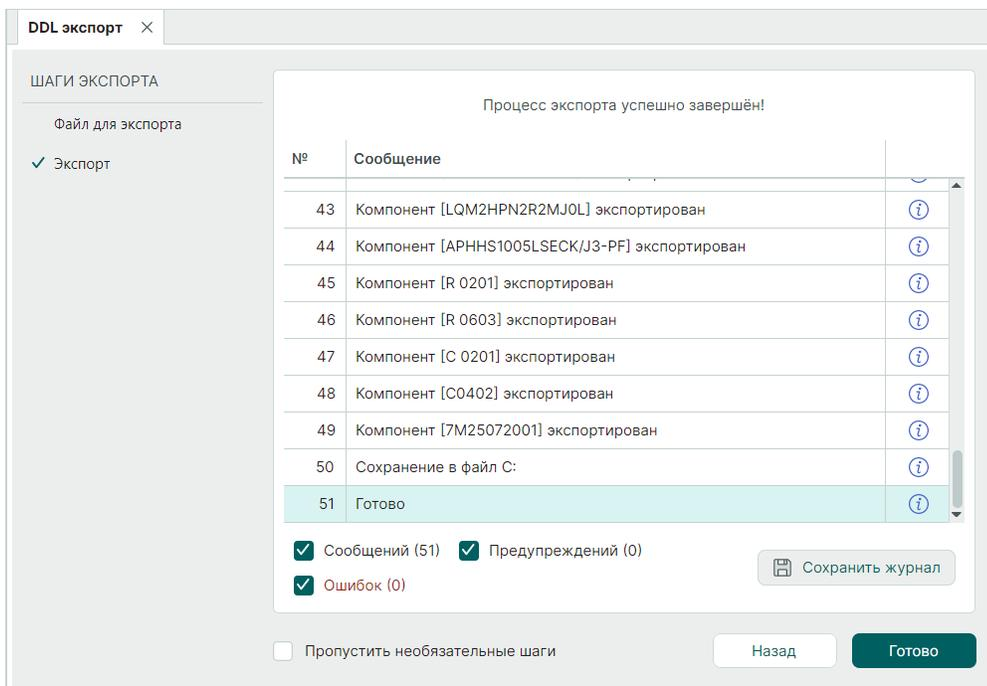

Рис. 34 Экспорт библиотеки
6. Отображается список экспортируемых объектов, см. Рис. 34.